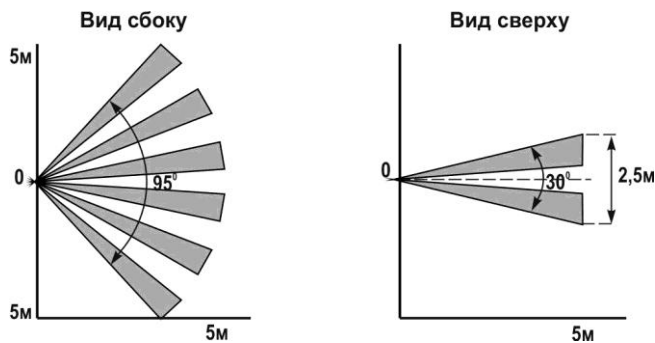

Рисунок 2
2.2 Принцип действия ИК - канала извещателя основан на регистрации изменений потока теплового излучения, возникающих при пересечении человеком чувствительных зон (рисунок 2).